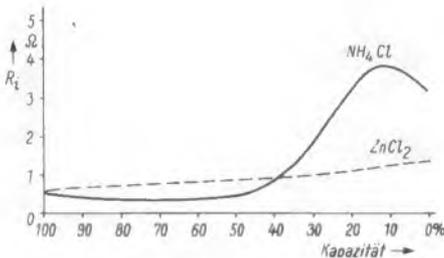

Bild 1. Verlauf des Innenwiderstandes von Mignonzellen bei kontinuierlicher Entladung über 500  $\Omega$
**Innenwiderstand.** Nach Bild 1 besteht im frischen Zustand zwischen den Spannungen der Zinkchloridzelle und der herkömmlichen Zelle kein Unterschied. Beim Entladen steigt der Innenwiderstand der Zinkchloridzelle langsam und ohne Maximum von etwa 0,7  $\Omega$  auf 1,1  $\Omega$  an.